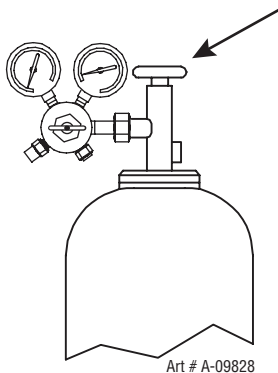

Figure 3-9: Régulateur à la valve de cylindre
5. Inspectez soigneusement le régulateur pour trouver éventuellement des filets endommagés, de la saleté ou poussière, de la graisse ou de l'huile ou d'autres substances inflammables. Enlevez poussière ou saletés avec un chiffon propre. Assurez vous que le filtre d'admission pivotant est propre et en place. Fixez le régulateur sur la vanne de bouteille. Serrez soigneusement avec une clé (Figure 3-9).
8. Ouvrez lentement et soigneusement la vanne de bouteille (Figure 3-9) jusqu'à ce que la haute pression maximale soit établie sur le manomètre d'admission.